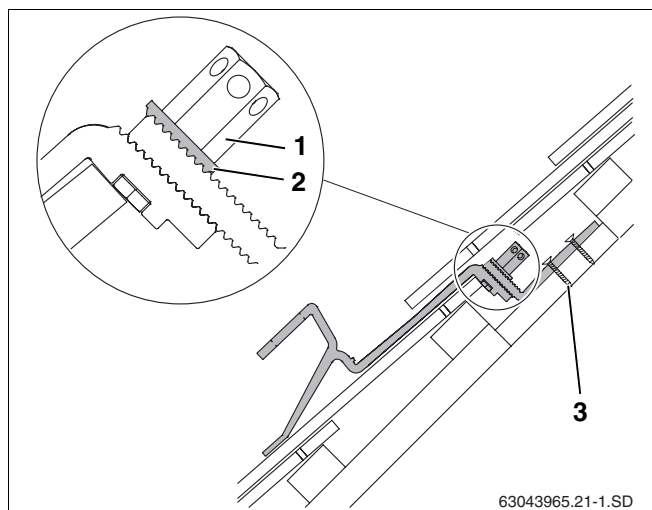

Fig. 19 Crochet de fixation monté – coupe avec partie inférieure du crochet raccourcie
La rondelle dentelée (fig. 19, **pos. 2**) doit s'encraster dans les dents de la partie inférieure du crochet.
- Serrer l'écrou long à tête hexagonale (fig. 19, **pos. 1**). Pour cela, introduire la clé plate SW5 dans la perforation de l'écrou et tourner.
- Fixer la partie inférieure du crochet au chevron ou à la planche/au madrier à l'aide des vis appropriées au moins dans la première (fig. 19, **pos. 3**) et la deuxième perforation.